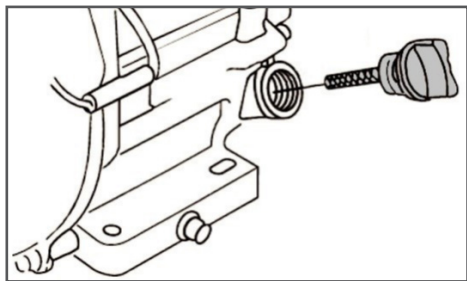

Рис. 8 Крышка-щуп маслосазливной горловины
2. Открутите крышку-щуп маслосазливной горловины и извлеките щуп (Рис. 8).